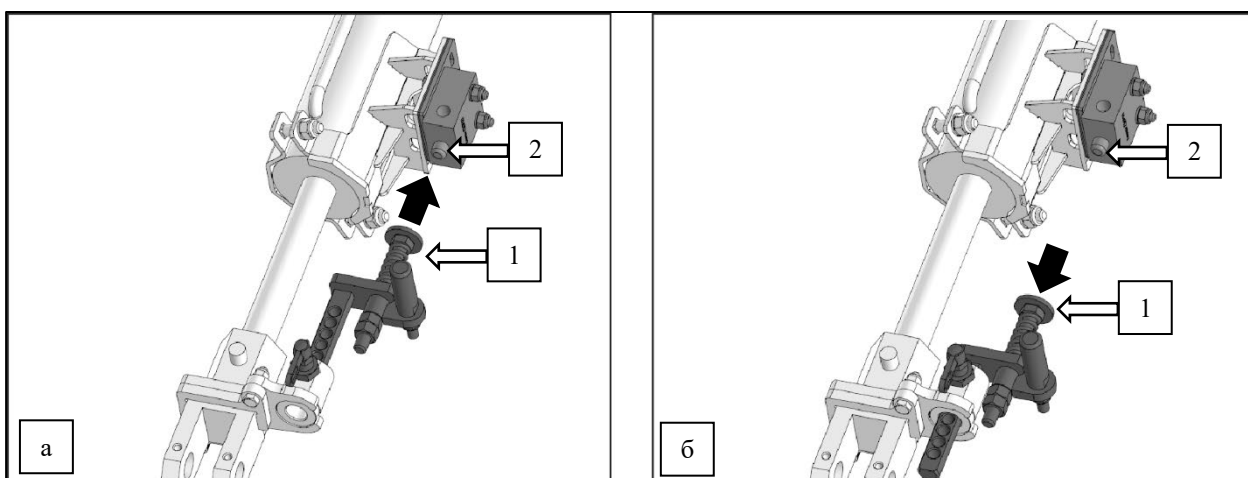

Рисунок 35 – Положения толкателя:
Установка толкателя (1) ближе к клапану (2) – ограничивает движение высевающей секции при небольшом значении давления на рабочие органы, рис. 35 а.
Установка толкателя (1) дальше от клапана (2) – ограничивает движение секции при более значительном давлении на рабочие органы, рис. 35 б.